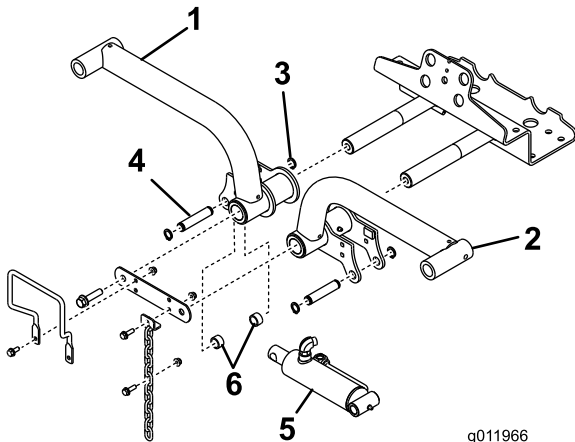

Figure 15
- Insérez les bras de levage sur les axes de pivot (Figure 15), et fixez chacun d'entre eux avec une biellette et les boulons retirés précédemment.
- Entretoises (2)
- Fixez l'extrémité droite du vérin de levage au bras de levage droit avec une goupille et 2 entretoises (Figure 15). Fixez l'ensemble avec une bague de retenue.